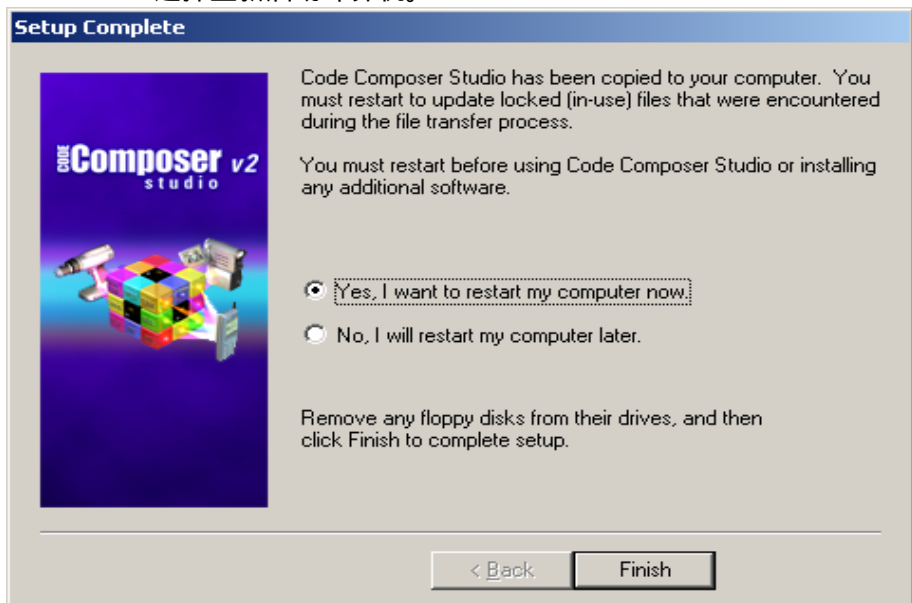

图 3.7 CCS5000 软件安装示意图 4
- E. 然后继续点击 next 后，将自动进行安装。等到安装结束后，按照图 3.7 选择重新启动计算机。